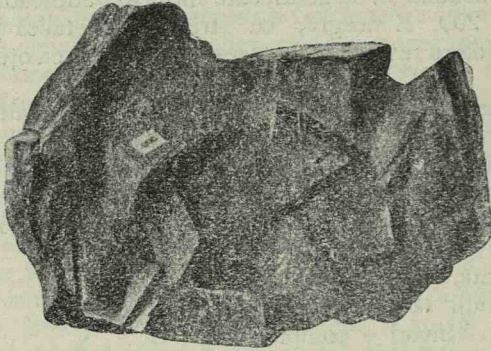

Fig. 203. Romboedri de sideroză, din colecțiunea Universității. Sistemul ortorombic. *Bisulfura de fier e, prin urmare, un corp dimorf.*
4. **Sideroza** sau **ferul spatie** e *carbonat feros*,  $\text{CO}_3\text{Fe}$ . Cristalizează în romboedri de culoare cenușie brună, fig. 203. Din